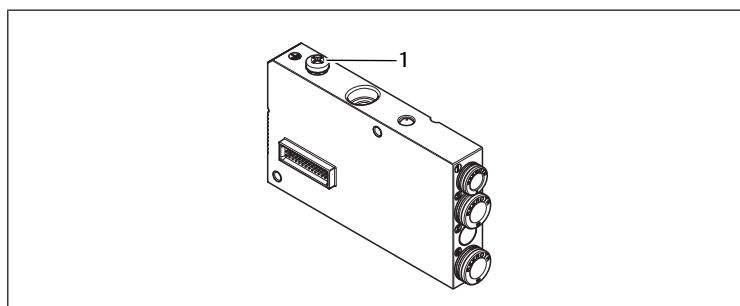

Fig. 9: Attacco FE, HF04/HF04XF
2. Per disperdere disturbi CEM con il blocco valvola HF04/HF04XF, predisporre una messa a terra funzionale collegando l'attacco FE (1) al blocco valvola con un cavo a bassa impedenza. Ved → Fig. 9.